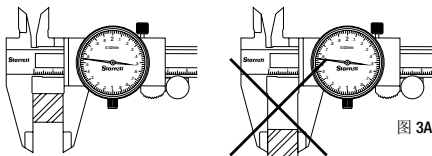
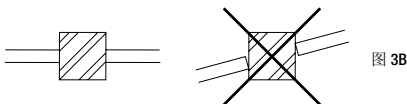

图 3A
图 3B
- 拧松滑动头锁紧螺钉 (8), 移动滑动头 (5)。
- 外尺寸测量: 将待测量部件尽可能贴近尺身 (图 3A), 调整外尺寸测量面, (1)使其贴近部件表面 (图 3B)。